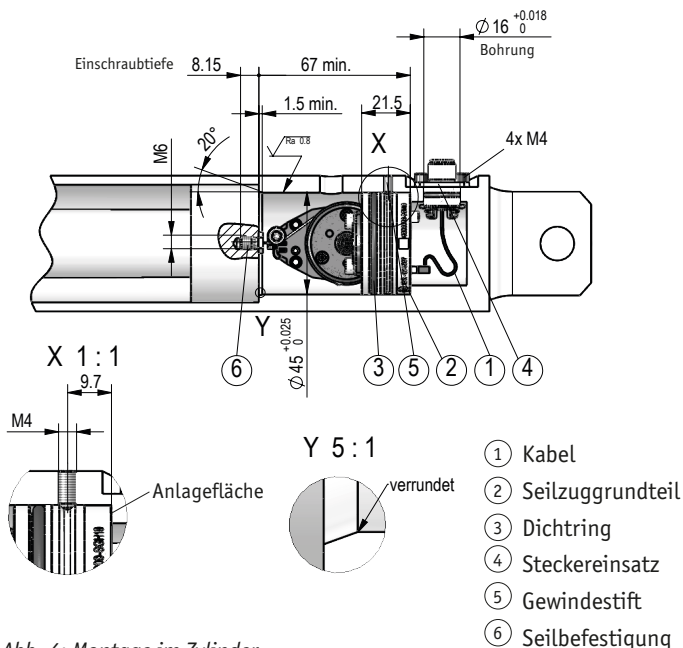

Abb. 4: Montage im Zylinder
### Montage (Abb. 4):
1. Das Kabel ① (z.B. KV1H) ohne Flanschgehäuse am Seilzuggrundteil ② vom SGH10 einstecken. Das Kabel ① (z.B. KV1H) sollte beim Einbau in die Richtung des Kabelausganges vom Zylinderunterteil zeigen.
2. Der SGH10 wird mit eingefettetem Dichtring ③ vorsichtig in das Zylinderunterteil gepresst. Es muss darauf geachtet werden, dass der Steckereinsatz ④ und das Kabel nicht eingeklemmt werden, sondern das der Steckereinsatz durch den Steckerausgang am Zylinderunterteil nach außen gezogen wird. Der Steckereinsatz wird mit dem Flanschgehäuse incl. gefettetem O-Ring gefügt und 4x an der vorgesehene Stelle verschraubt. Die Axialsicherung kann, wie in Abb. 4 dargestellt, mit einem Gewindestift ⑤ erfolgen. Den Gewindestift erst leicht anziehen (ca. 0.5Nm) und anschließend wieder ca. 0.5 Umdrehungen zurückdrehen.